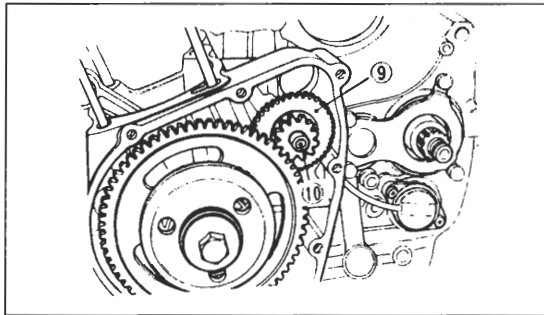

Bild 142
- Starterzwischenrad nach Ausziehen der Welle entnehmen (Bild 142).